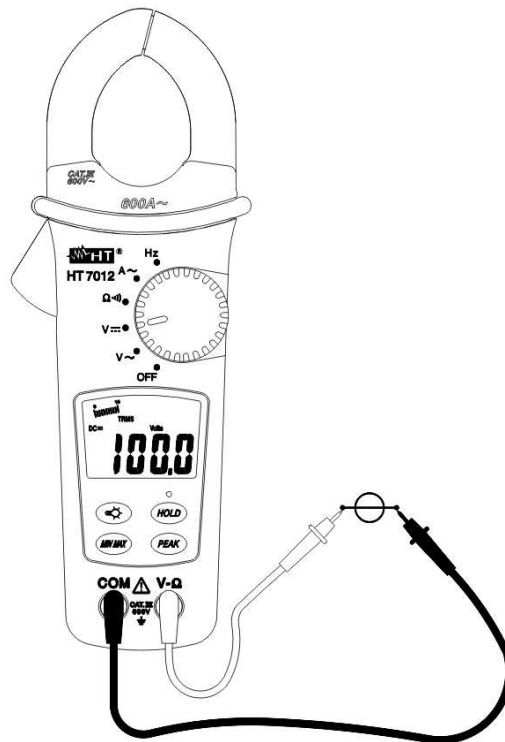

Abb. 2: DC Spannungsmessung
3. Verbinden Sie die Prüfspitzen mit dem gewünschten Stromkreis, nun wird der aktuell gemessene Stromwert angezeigt (s. Abb. 2).